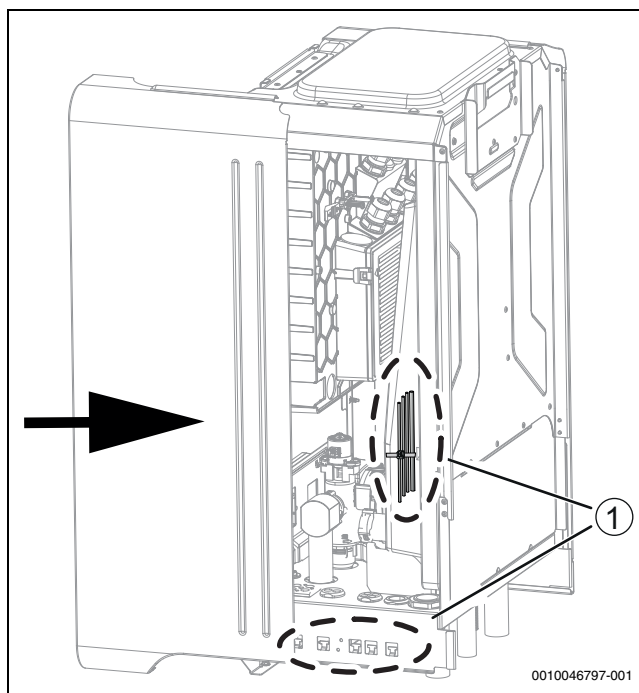

Bild 33 Schieben Sie die Seitenabdeckung an ihren Platz
- Achten Sie darauf, dass keine Kabel zwischen der Seitenabdeckung und dem Aufbau eingeklemmt werden (→ Abbildung 33 [1]).